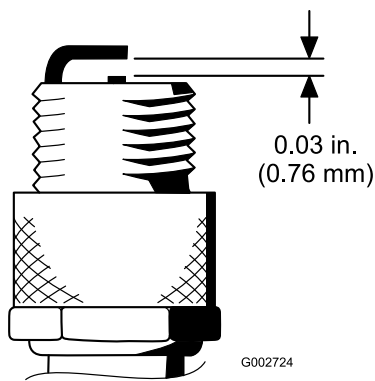

Figura 46
- Ajuste el hueco entre los electrodos central y lateral a 0,76 mm (Figura 46).